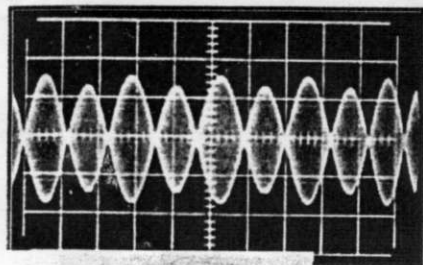

Figure 6.
- la figure 6 trahit un résidu de porteuse trop élevé. Il faudra régler à nouveau le potentiomètre de réjection de porteuse dans le modulateur équilibré (P2 sur l'émetteur décrit dans MEGA-